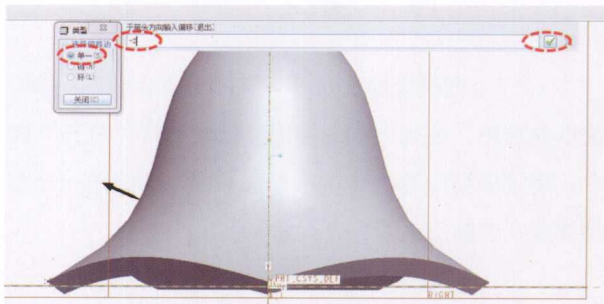

图1-22
(15) 在草绘工具栏选择偏移工具 ，然后单击模型外轮廓曲线，输入偏移量为“-2”（图1-22）。确定后关闭偏移工具。